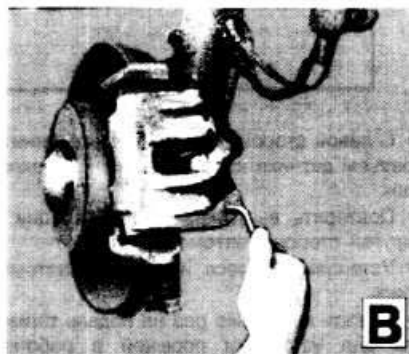

Рис. 13-1. Замена колодок тормозного механизма переднего колеса:
- Снять пластмассовые колпачки направляющих пальцев (рис. 13-1).